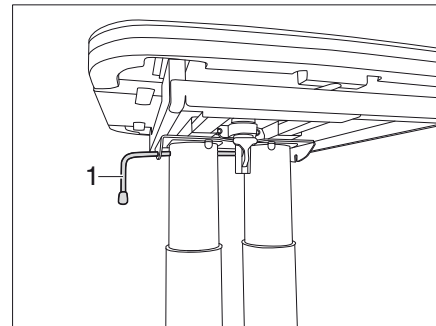

Bild 115 Lås bord
- Vrid låsspaken (Bild 115,1) till höger. Lyftbordet är låst.
- Lossa låsspaken (Bild 115,1).
- Vrid låsspaken (Bild 115,1) till vänster. Spärren är öppen.